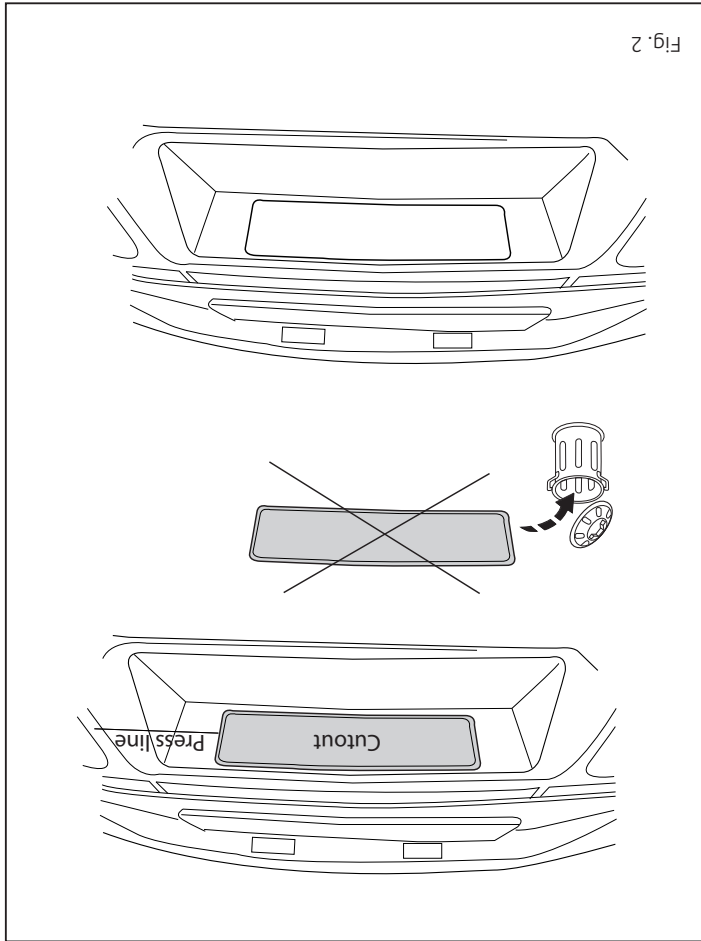

Fig. 2
4. **Hinweis (soweit erforderlich):** Gemäß Abb. 2 die angegebenen Teil heraus sägen.
4. **Observera! Om nödvändigt:** Såga ut delarna enligt fig. 2.